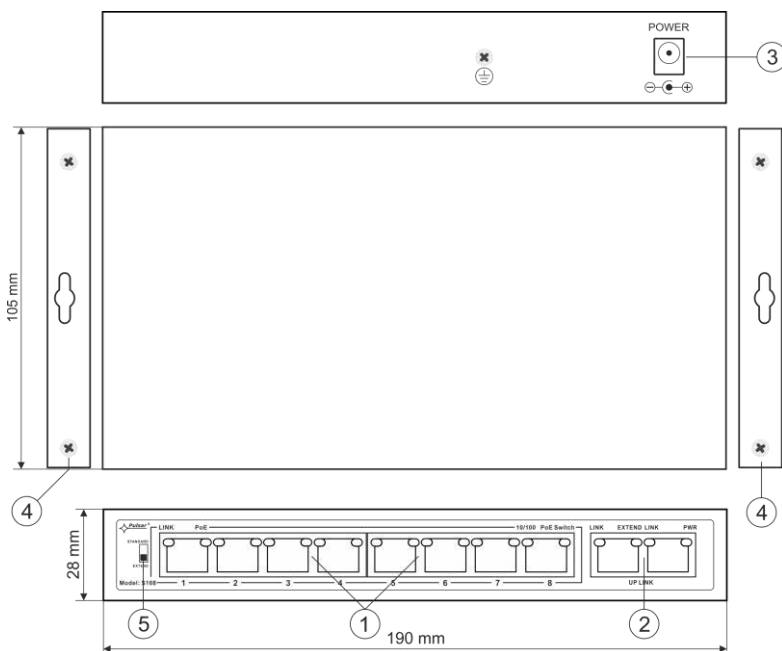

Bild 3. Switchen.
**Tabell 2. (Se bild 3)**
Komponent nr. (Bild 3)	Beskrivning